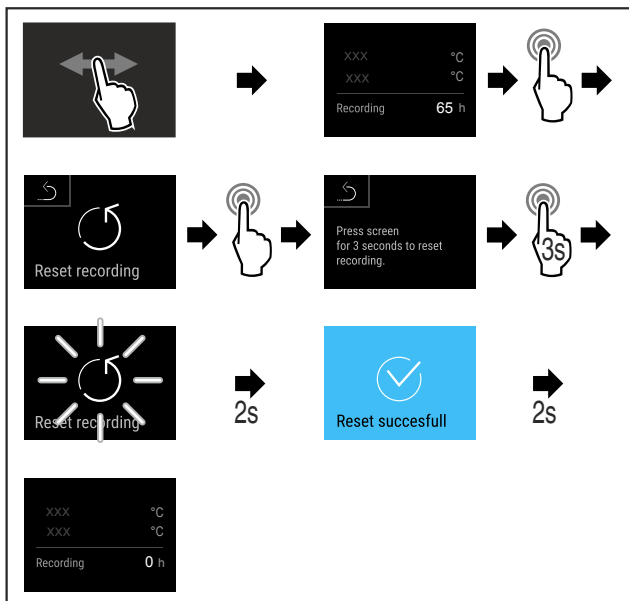

Fig. 178
► Eseguire i passi (vedere Fig. 178) .